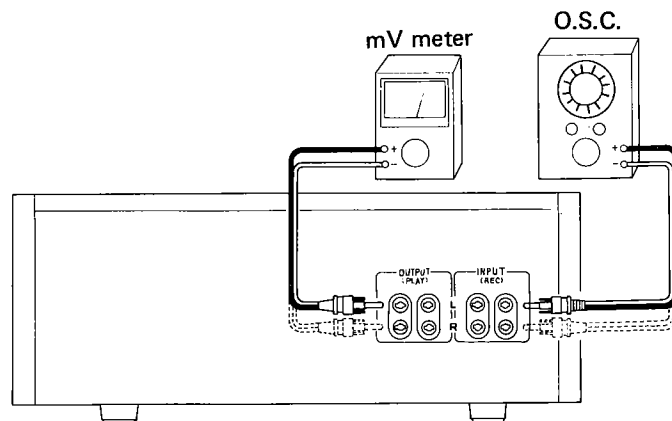

Fig. 20
9.5 RECORDING CURRENT (Fig. 20, Photo 2)
9.6 BIAS TRAP (Fig. 20, Fig. 24-E-F)
9.10 CONFIRM LIMITER OPERATION (Fig. 20)
9.11 CONFIRM PEAK INDICATOR OPERATION (Fig. 20)